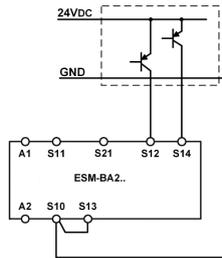
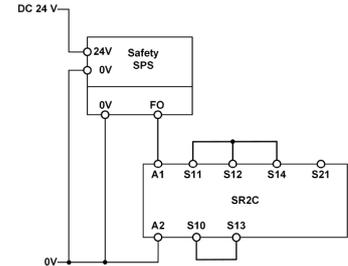

Bild 9: Zweikanalige Not-Halt-Schaltung mit pnp-Halbleiterausgängen/OSSD-Ausgängen mit Querschlusserkennung (Kategorie 4, bis PL e).
Bild 10: Anschluss an fehlersichere Steuerung (Kat. 4, bis PL e)
- ▶ Für Anwendungen nach Bild 9 und Bild 10 ist folgendes zu beachten: